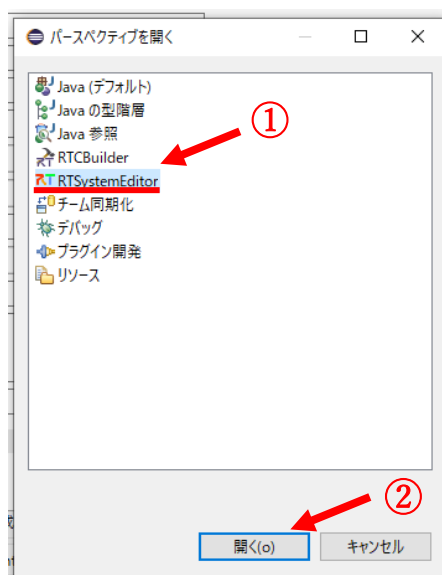

図 28 [パースペクティブを開く]ウィンドウの[RTSystemEditor]の場所
- ④ 図 28 のように表示されたウィンドウの選択項目の中から[RTSystemEditor]を選択し、クリックする。